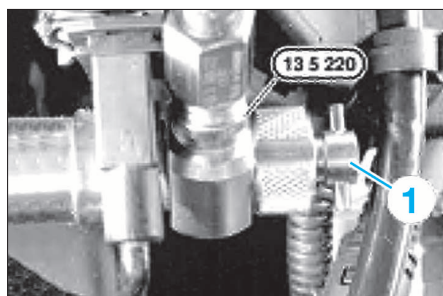

FIG. 44
- Visser en lieu et place du bouchon, les outils 135 221 et 135 222 (Fig.44).